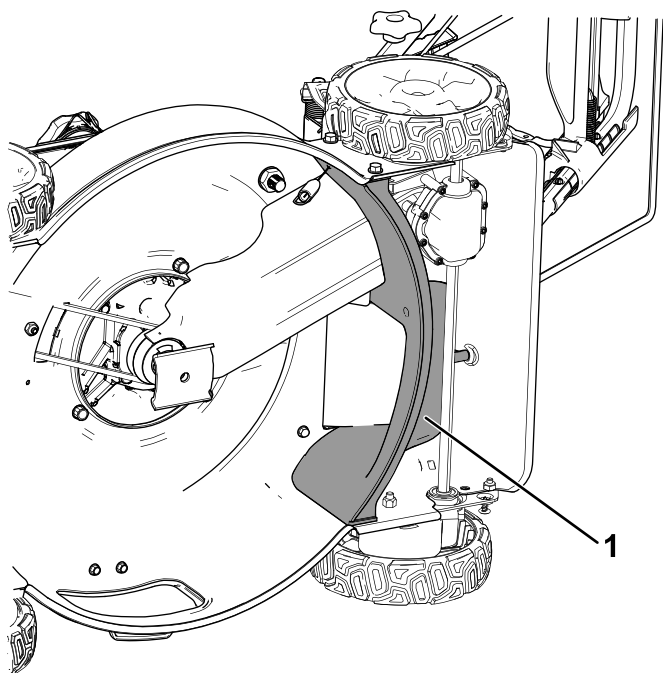

Figuur 1
4. Gebruik een blok hout om het mes stil te houden (Figuur 1).
5. Verwijder het mes en bewaar alle bevestigingselementen (Figuur 1).